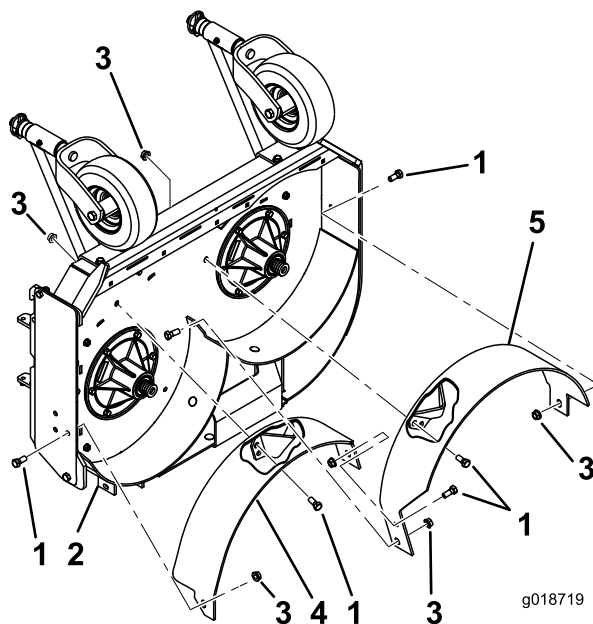

Figura 6
- Montate, senza serrarlo, il deflettore sinistro sul deflettore destro con un bullone (3/8 x 7/8 poll.) e un dado flangiato (3/8 poll.) (Figura 6).
- Montate, senza serrarlo, il deflettore destro sul piatto di taglio con un bullone (3/8 x 7/8 poll.) e un dado flangiato (3/8 poll.) (Figura 6).
- Montate, senza serrarlo, il deflettore destro sulla piastra di scarico con un bullone (3/8 x 7/8 poll.) e un dado flangiato (3/8 poll.) (Figura 6).
- Montate, senza serrarlo, il deflettore sinistro sul piatto di taglio con 2 bulloni (3/8 x 7/8 poll.) e 2 dadi flangiati (3/8 poll.) (Figura 6).
- Montate, senza serrarlo, il deflettore sinistro sulla parete laterale sinistra del piatto di taglio con un bullone (3/8 x 7/8 poll.) e un dado flangiato (3/8 poll.) (Figura 6).
6. Serrate saldamente tutti i bulloni e i dadi per i deflettori (Figura 6).